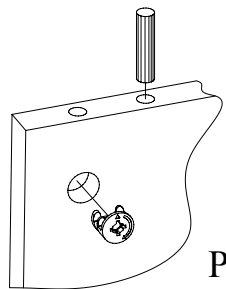

Рис.2
2. Вставьте шканты и головки минификсов в детали 3, 4 (Рис.2).